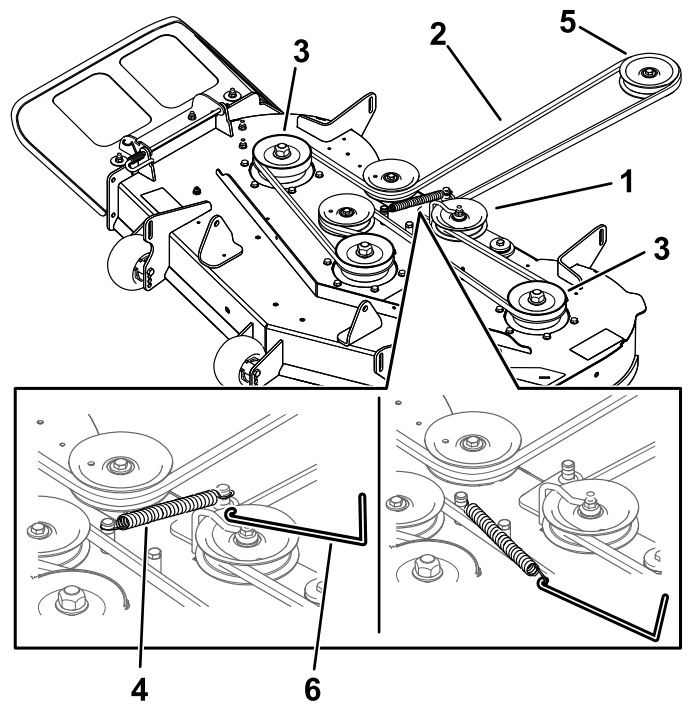

Figure 55
6. À l'aide d'un outil de dépose de ressort (réf. Toro 92-5771), décrochez le ressort du crochet situé sur le tablier pour détendre la poulie de tension et déchaussez la courroie des poulies (Figure 55).
7. Acheminez la courroie neuve autour de la poulie du moteur et des poulies du tablier de coupe (Figure 55).
8. À l'aide d'un outil de dépose de ressort (réf. Toro 92-5771), accrochez le ressort au crochet situé sur le tablier, afin d'exercer une tension sur la poulie de tension et la courroie du tablier de coupe (Figure 55).